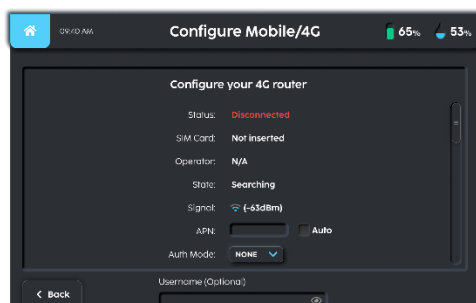

Fig. 8
1. L'opérateur peut configurer les paramètres mobiles/4G (Fig 8)